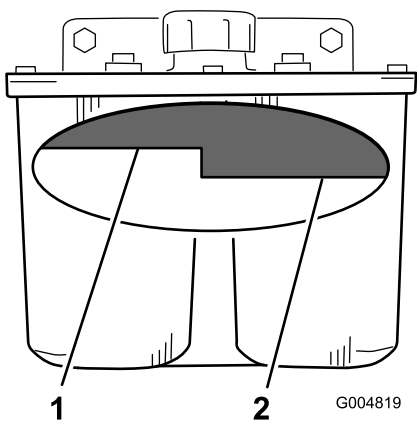

Figure 72
2. Nettoyez la surface autour du goulot de remplissage du réservoir hydraulique (Figure 72).
3. Enlevez le bouchon du goulot de remplissage et vérifiez si le réservoir contient du liquide (Figure 72).
Remarque: Lorsque l'huile est chaude, le niveau de liquide doit atteindre le haut du repère « à chaud » sur le déflecteur (Figure 72).